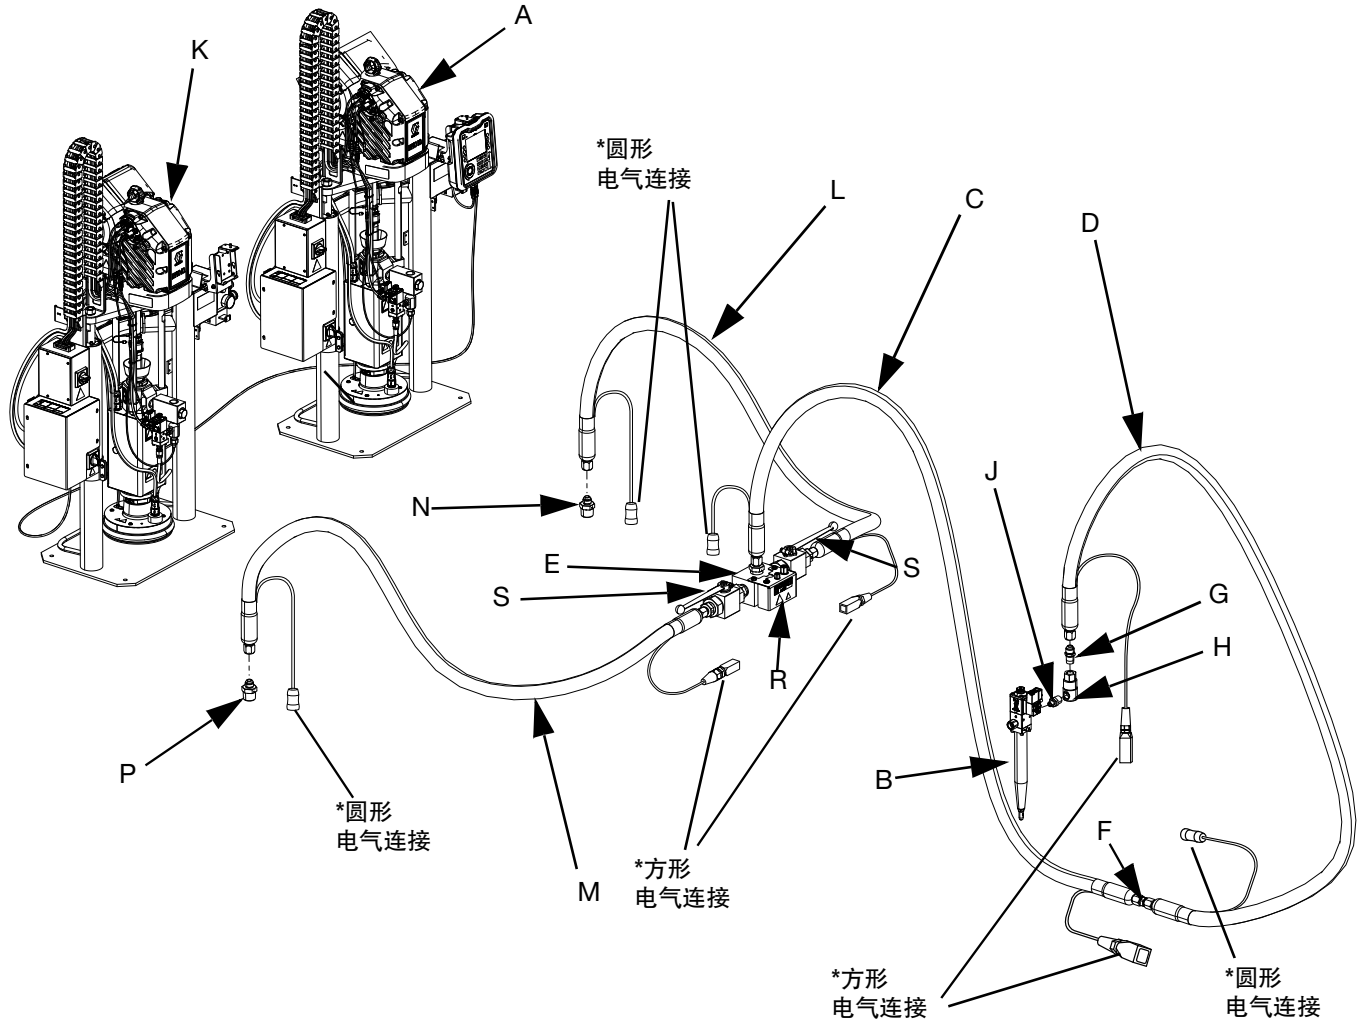

图 2: 串联 E-Flo iQ 分注系统
**注释：** 图 2 显示了典型的 E-Flo iQ 分注系统安装，该系统具有串联 iQ 柱塞供料单元、软管、连接器和 iQ 分注阀。根据系统需要，某些安装组件不需将供料软管 2 (D) 连接至分注阀 (B)。